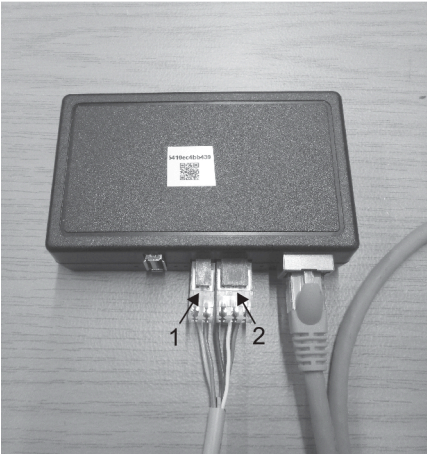

Abb. 4: Kabelanschluss an Connectivity-Modul
- Den 2-poligen und den 3-poligen Anschluss des Verbindungskabels jeweils am Connectivity-Modul einstecken (siehe Abbildung 4).